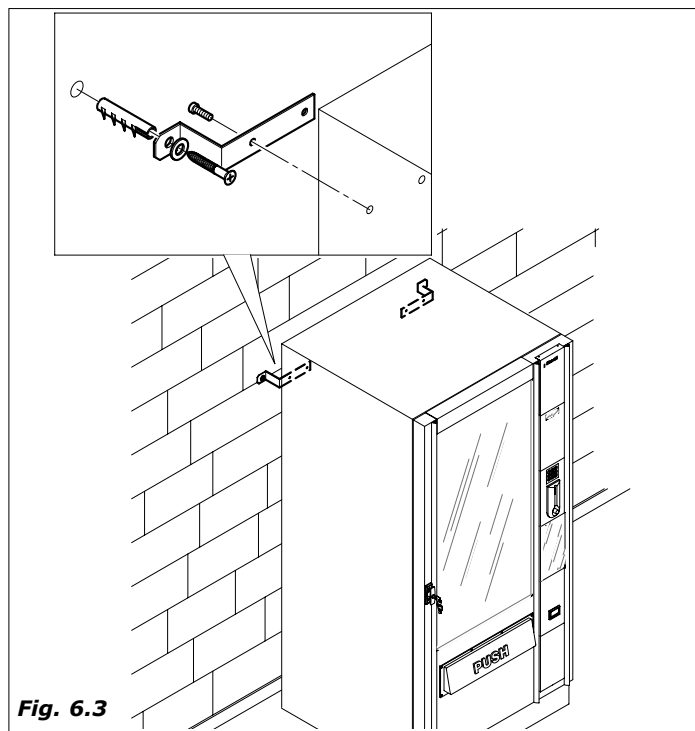

Fig. 6.3
- Si consiglia di fissare al muro il distributore, utilizzando le due staffe in dotazione. Fissarle prima al distributore (fig.6.3) e poi al muro.